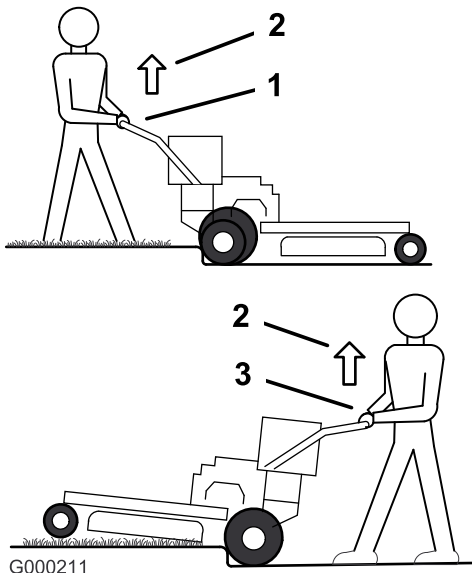
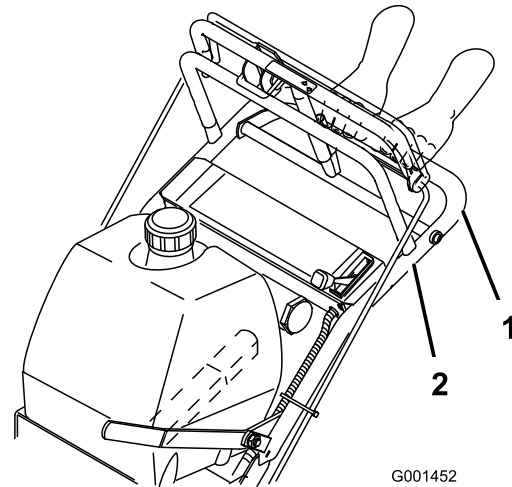

Figure 11
Figure 12
3. Conduisez la machine jusqu'à ce que les roues pivotantes touchent la bordure (Figure 11).
4. Appuyez sur la poignée inférieure pour soulever l'avant de la machine (Figure 11).
5. Conduisez la machine jusqu'à ce que les roues motrices touchent la bordure (Figure 11).
6. Abaissez l'avant de la machine (Figure 11).
7. Engagez la barre de commande inférieure et soulevez la poignée inférieure simultanément pour monter sur la bordure (Figure 11 et Figure 12).
4. Engagez la barre de commande inférieure et soulevez la poignée inférieure simultanément (Figure 11 et Figure 12).
3. Conduisez la machine jusqu'à ce que les roues motrices touchent la bordure (Figure 11).